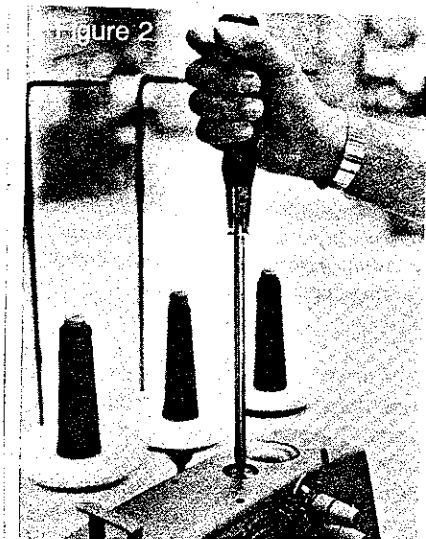

Fig. 2
- 12.1) Ajustar el interruptor de proximidad (D, Fig. 2) de manera que la distancia "b" (Fig. 2) entre el interruptor y el iman permanente sea aproximadamente de $0.5\text{mm} = .02''$ (ajuste preliminar)